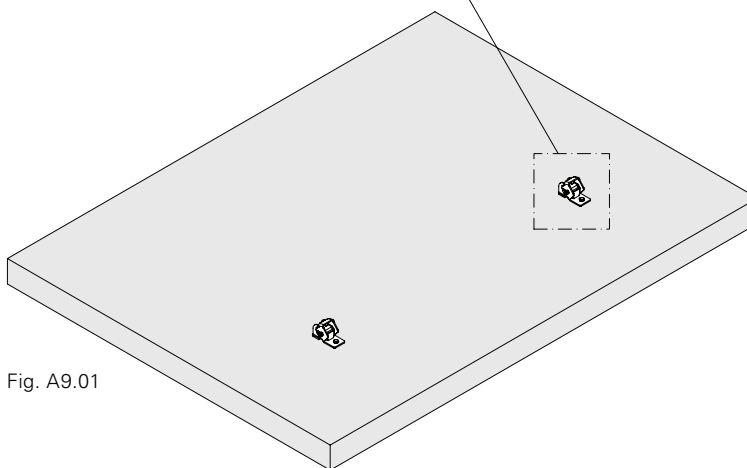

Fig. A9.01
Fissare l'attacco rapido (50) con un dispositivo adatto, es. boccola a vite e viti oppure tiranti idonei, preferibilmente sul prefabbricato in posizione orizzontale. (Fig. A9.01 + A9.01a)